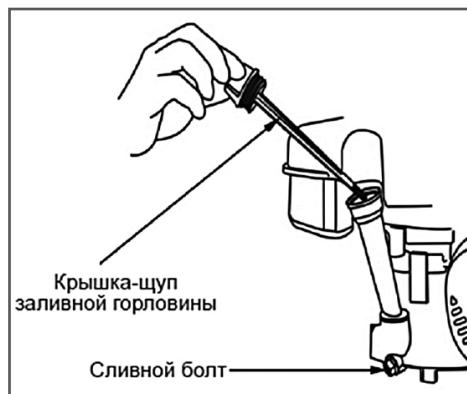

Рис. 17 Замена моторного масла
3. Извлеките крышку-щуп (Рис. 17) из маслосаливной горловины.
4. Открутите сливной болт (Рис. 17) и слейте отработанное масло в подготовленную для этого емкость.